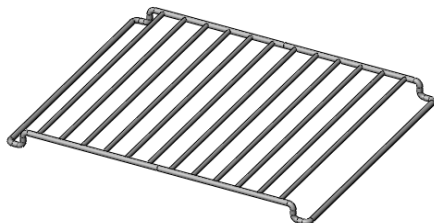

图 6-156 炉算子模型
- (2) 炉算子模型如图 6-156 所示，要求使用扫描、拉伸、阵列和镜向等命令建立模型。